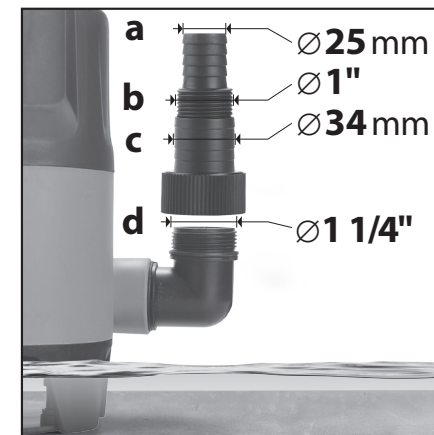

Abb. 4
3. Schrauben Sie in die Ausgangsöffnung der Pumpe das Anschlussstück für den Schlauch ein (Abb. 4).